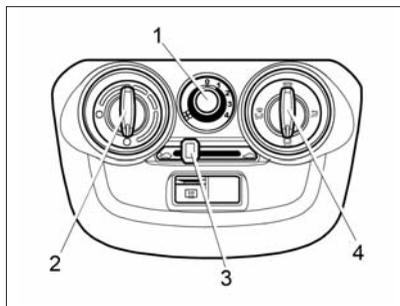
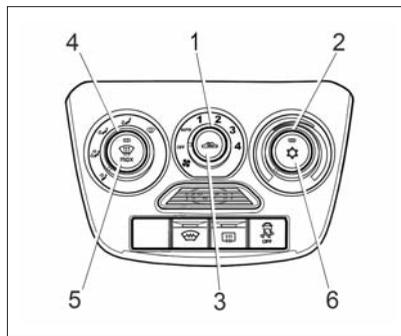

Рис. 41. Блок управления системой вентиляции и отопления
Рис. 43. Блок управления климатической системой (в вариантном исполнении)
Отопительно-вентиляционная установка автомобиля предназначена для создания в салоне комфортной температуры воздуха, значение которой регулируется блоком управления системой вентиляции и отопления (рис. 41). Однако она не может обеспечить в салоне температуру ниже, чем имеет наружный воздух.
- **рукоятку 2** (см. рис. 41) повернуть по часовой стрелке в крайнее правое положение до упора (синяя точка на блоке управления), а **в варианном исполнении (см. рис. 43)** повернуть против часовой стрелки в крайнее левое положение синей зоны;
- **рукоятку 1** (см. рис. 41) переключателя режимов работы электровентилятора отопителя
- **рукоятку 2** (см. рис. 41) повернуть против часовой стрелки в крайнее левое положение до упора (красная точка на блоке управления), а **в варианном исполнении (см. рис. 43)** повернуть по часовой стрелке в крайнее правое положение красной зоны;
- **рукоятку 1** (см. рис. 41) переключателя режимов работы вентилятора поставить на скорость в зависимости от степени запотевания стекол.
- **рукоятку 4** (см. рис. 41) установить в положение ;
– **рукоятку 1** (см. рис. 41) переключателя режимов работы вентилятора отопителя поставить на максимальную скорость подачи воздуха в салон.
– **рукоятку 2** (см. рис. 41) повернуть против часовой стрелки в крайнее левое положение до упора (красная точка на блоке управления), а **в варианном исполнении (см. рис. 43)** по часовой стрелке в крайнее правое положение красной зоны;
– **рукоятку 4** (см. рис. 41) установить в положение
исполнении (см. рис. 43) режим рециркуляции включается и выключается **кнопкой 3**.
В варианном исполнении автомобиль комплектуется климатической установкой (рис. 43). Климатическая установка имеет режим кондиционирования, автоматический режим поддержания заданной температуры воздуха в салоне и автоматический режим очистки ветрового стекла.
системой вентиляции и отопления (см. рис. 41), логика и алгоритмы управления, описанные выше для системы вентиляции и отопления, верны и для климатической установки. Кроме того, климатическая система позволяет обеспечивать охлаждение воздуха, подаваемого в салон автомобиля, автоматический режим поддержания заданной температуры воздуха в салоне и автоматический режим очистки ветрового стекла.
2. Включите вентилятор, установив **рукоятку 1** (рис. 43) в одно из положений «1», «2», «3», «4» или «AUTO».
4. Включите максимальную скорость вентилятора климатической установки, установив **рукоятку 1** (см. рис. 43) в положение «4».
С помощью **рукоятки 2** (см. рис. 43) можно установить желаемую температуру воздуха в салоне. Климатическая система будет автоматически поддерживать установленную температуру воздуха в салоне в пределах производительности климатической установки и установленного допуска. Для наиболее эффективной работы в автоматическом режиме под-
При повторном нажатии **кнопки 5** (см. рис. 43) с символом  автоматический режим очистки ветрового стекла выключится и климатическая система вернется в исходное состояние.